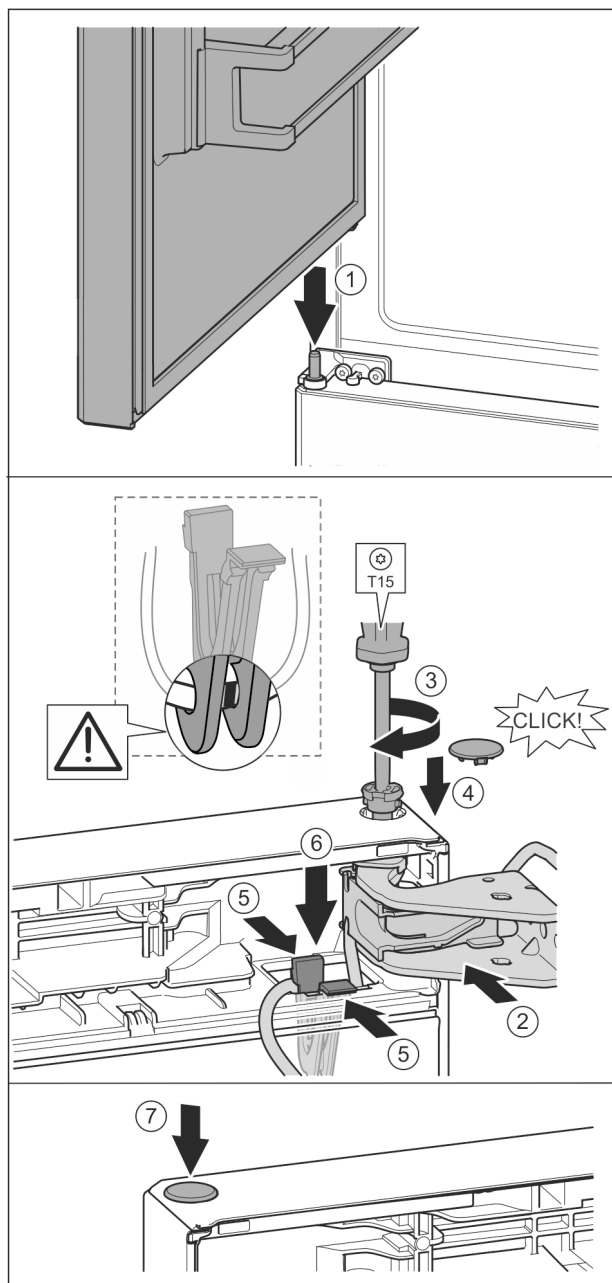

Fig. 36
- ▶ Установка верхней двери на средний опорный палец Fig. 36 (1)
- ▶ Дверь сверху выровнять по отверстию в опорном кронштейне. Fig. 36 (2)
- ▶ Вставить палец и затянуть отверткой T15. Fig. 36 (3)
- ▶ Установить предохранительную крышку для защиты двери: вставить предохранительную крышку и проверить, прилегает ли она к двери. В ином случае вставить палец полностью. Fig. 36 (4)
- ▶ Вставить держатель кабеля с закрепленным на нем кабелем в отверстие. Fig. 36 (5)
- ▶ Прижать держатель вниз так, чтобы соединительная накладкой защелкнулась. Fig. 36 (6)
- ▶ Вставить заглушку. Fig. 36 (7)